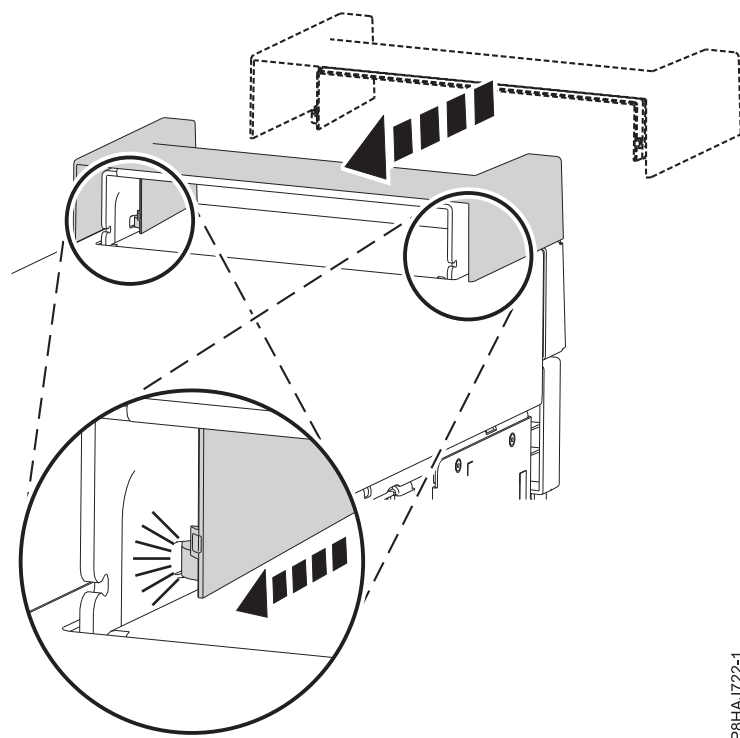

Figura 140. Fixació de la tapa de nansa en un sistema autònom 8286-41A
1. Colleu la tapa de nansa a l'estació d'acoblament RDX interna (FC EUA3) fent-la lliscar cap a la part posterior del sistema. Consulteu Figura 140.